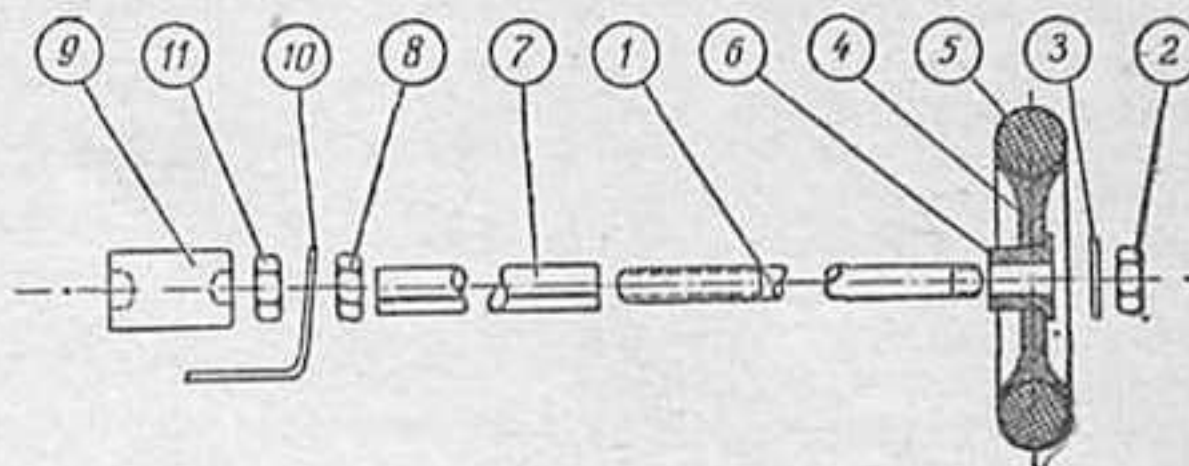

Рис. 5.
Как видно на рис. 5 и 6, передняя ось состоит из двух полуосей (1 и 13), которые упираются с двух сторон в резиновую рессору (9), работающую на сжатие. Перемещение колеса вдоль оси ограничивается с одной стороны гайкой (2) с шайбой (3), а с другой стороны — втулкой (7), которая выгибается из жести и надевается на полуось. Полуось с помощью двух гаек (8 и 16) крепится к П-образной стойке (10) так, что ее конец на 2,5 мм выступает из гайки (16). П-об-